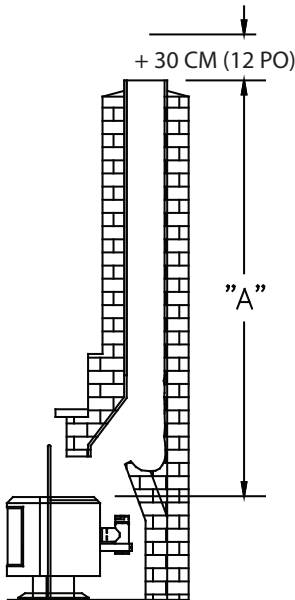

Figure 18
**3.** Mesurer et enregistrer les dimensions comme illustré à la (**Figure 18**).